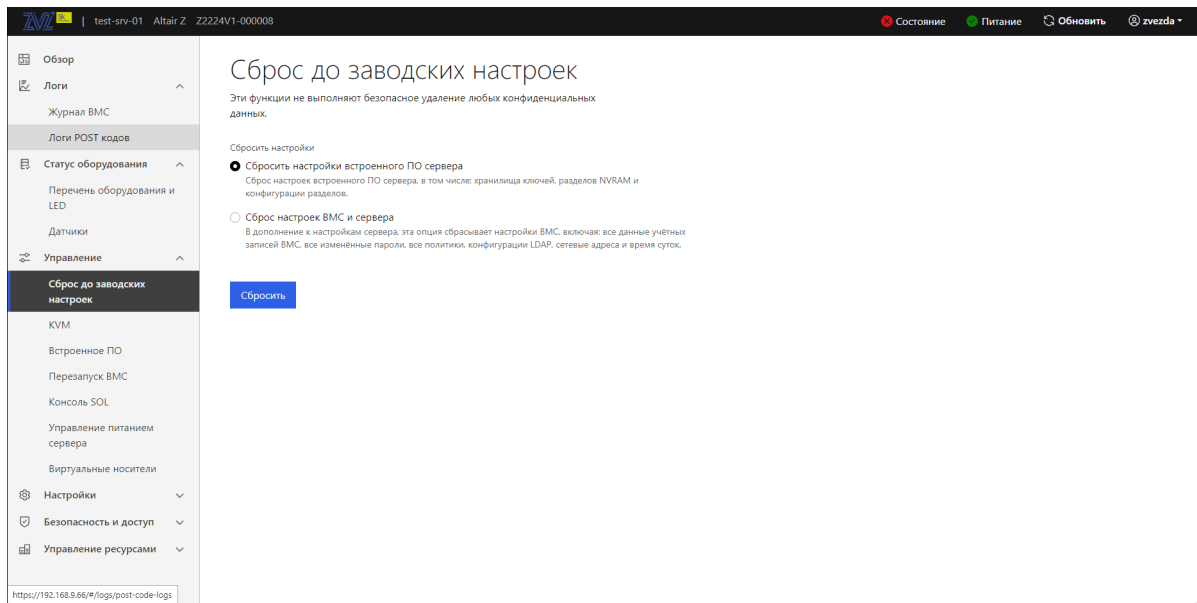

Рис. 80. Окно «Сброс до заводских настроек»
- 2) Пройдите во вкладку «Управление» → «Сброс до заводских настроек» в данной вкладке осуществляется сброс настроек сервера до заводского состояния. В поле «Сбросить настройки» выберите сброс тех настроек которые вы хотите произвести (сброс настроек встроенного ПО сервера либо сброс настроек BMC и сервера) и нажмите кнопку «Сбросить». Окно показано на рис. 80 Окно «Сброс до заводских настроек»